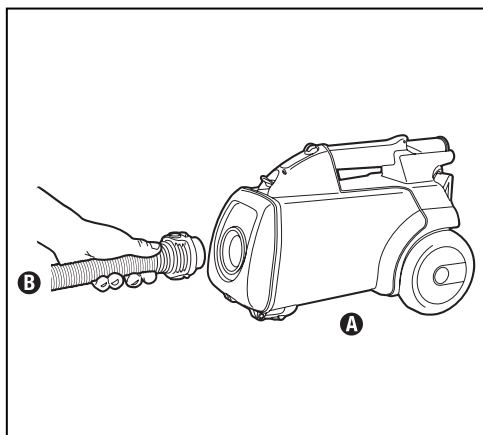

Fig.1
Étape 1 : Connectez le tuyau **B** à l'avant du traîneau **A** (Fig.1).